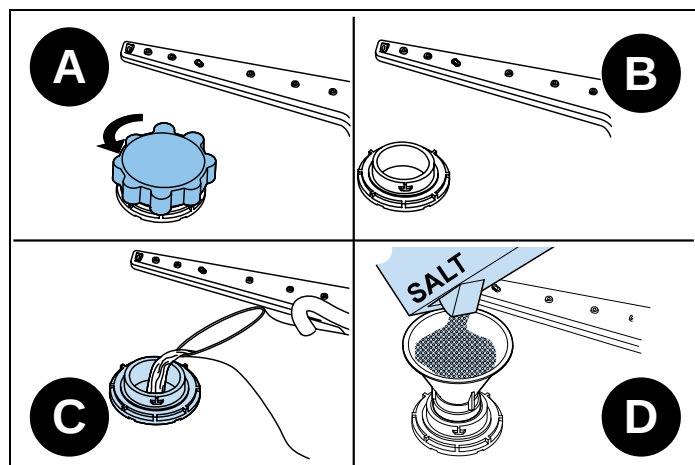

Fig. 74
- 1) Pour remplir le lave-vaisselle de sel, retirez d'abord le panier inférieur, puis ouvrez le bouchon du distributeur de sel en le tournant dans le sens inverse des aiguilles d'une montre. Fig. 74 A-B
- 2) À la première utilisation, remplissez le compartiment avec 0,6 kg de sel et de l'eau Fig. 74 C jusqu'au niveau de débordement. Si disponible, utilisez l'entonnoir (Fig. D) fourni pour faciliter le remplissage.